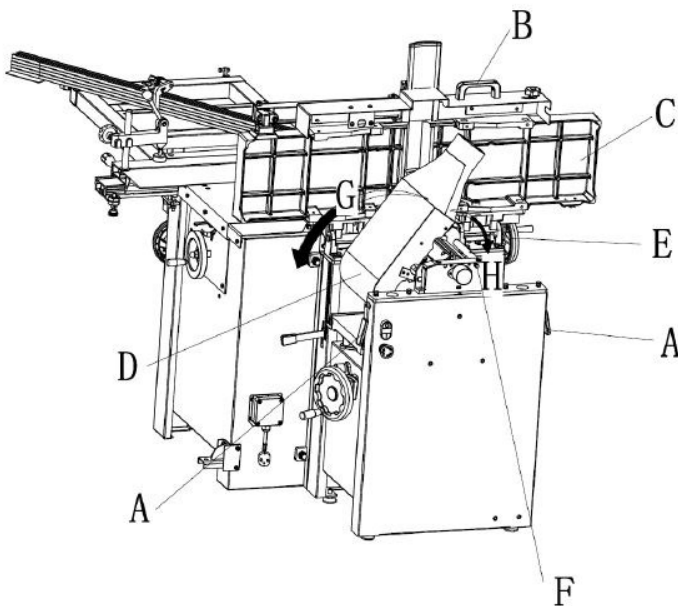

Abb. 7-18: Umrüstung Dickenhobelfunktion 2
- ➔ In angehobenem Zustand sollte sich der Tisch in der vertikalen Position befinden, wie in C, Abb. 7-18 gezeigt. Die Verriegelung (E, Abb. 7-18) muss eingerastet sein, damit der Tisch nicht versehentlich nach vorne fällt.
Hinweis: Die folgenden Erklärungen beziehen sich auf Abb. 7-18.